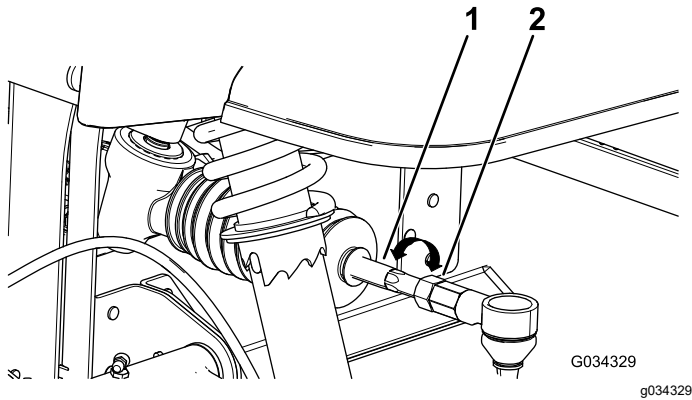

Figure 55
- Si les mesures ne sont pas comprises entre 0 et 3 mm, desserrez les écrous de blocage aux extrémités extérieures des biellettes (Figure 55).